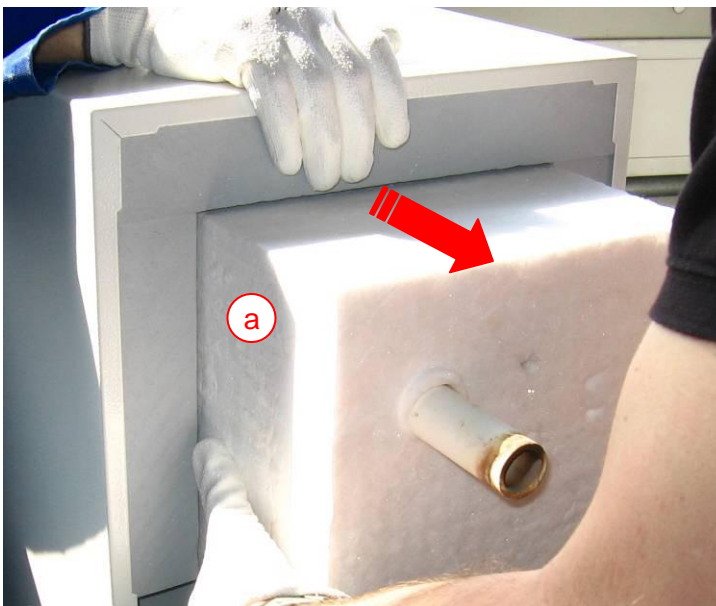

Abb. 38 – Ausbau defekte Muffel
- Die defekte Muffel inklusive der Isolierwolle (Bild 38 a) nach hinten aus dem Gerät herauschieben.